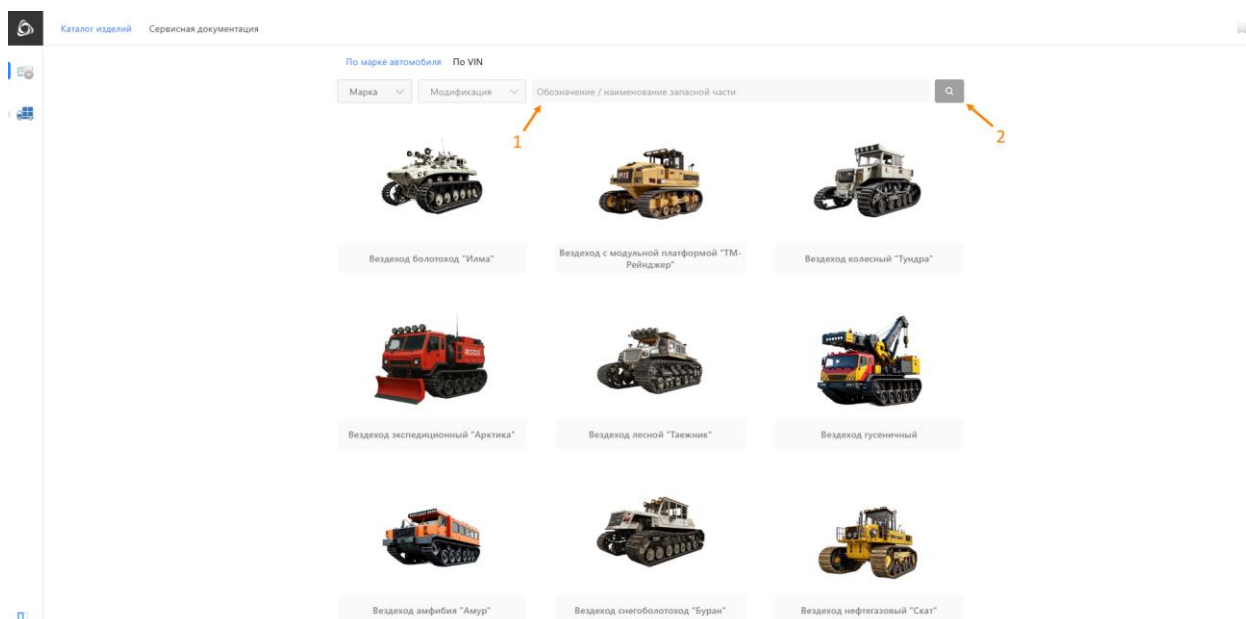

Рисунок 36 – Поиск по обозначению или наименованию запасной части
- В строку поиска ввести обозначение или наименование запасной части ([1], Рисунок 36);
- Нажать на кнопку «Найти» ([2], Рисунок 36);